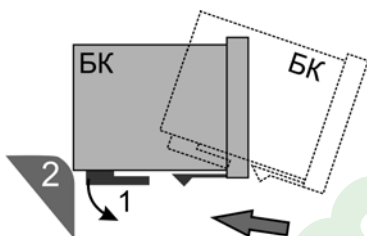

Рис. 3 Установка на "высокую" панель
5.15 Установка БК на "высокую" панель (см. Рис.3).